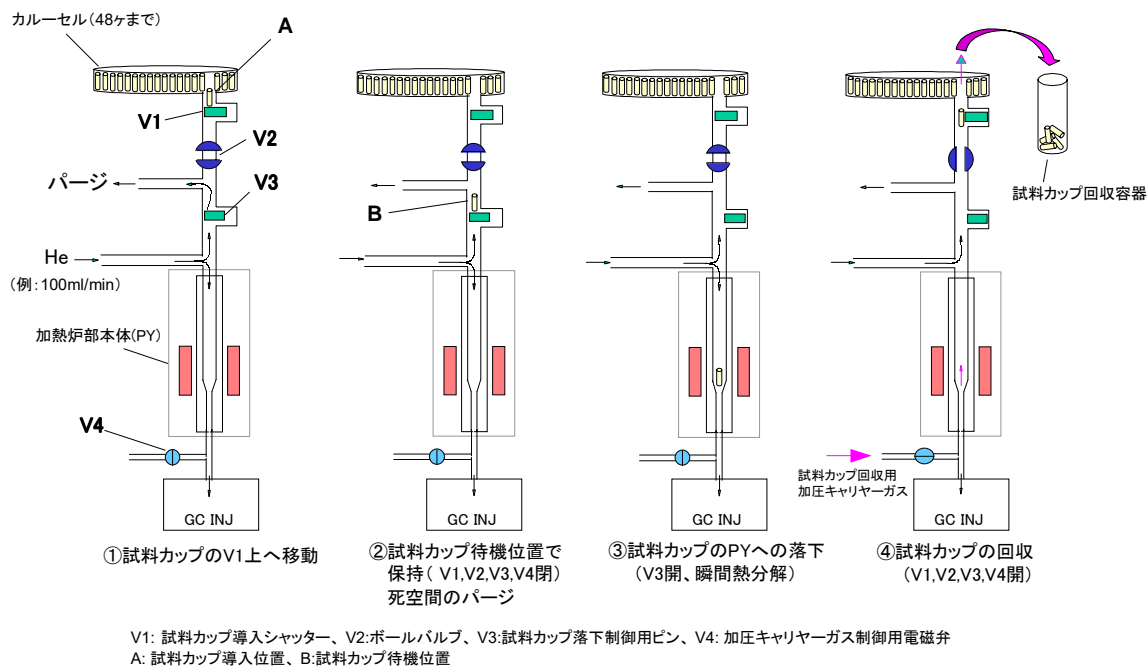

図1 オートショット・サンプラーの一連の動作
オートショット・サンプラーは、PC制御により熱分解炉中心部への試料カップの自由落下による導入と、分析終了後の加圧キャリアーガスによる吹上げ回収法を組み合わせた自動分析用サンプラーです。図1にその一連の動作を示します。
試料カップの導入: カルーセルに設置された試料カップはAに移動します(図1の①)。次に、V2とV1が開き、試料カップはBの位置まで導入され待機します(図1の②)。その後V2とV1が閉まり、約30秒間キャリアーガスでパージ後、V3が開くことによって試料カップが熱分解炉に自由落下し、熱分解と同時に分析が開始されます(図1の③)。
試料カップの回収: 分析が終了しGCオープンの温度が設定初期温度まで冷却されると、V1、V2 およびV3 が開きます。その後、V4が開き、熱分解炉とGC注入口の間から加圧キャリアーガスが導入され、試料カップは吹上げられて回収容器に回収されます(図1の④)。